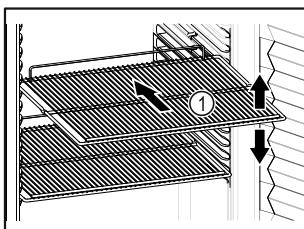

Fig. 52 Primjer izgleda
- Ako su rešetke za polaganje Fig. 52 (1) pomične, prilagodite ih po visini.